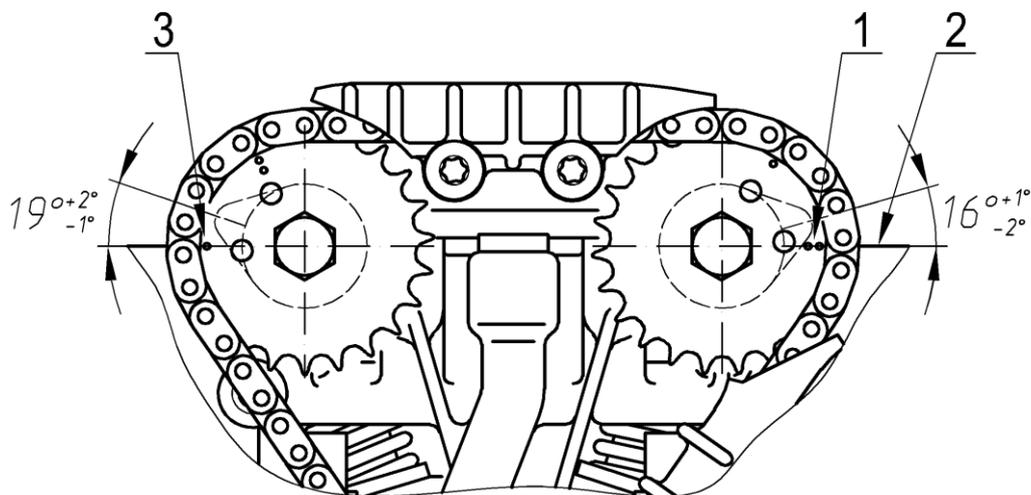

Рис.85. Схема положения распределительных валов при положении поршня первого цилиндра в ВМТ такта сжатия:
При этом кулачки распределительных валов 1-го цилиндра и метки на звездочках распределительных валов должны располагаться согласно рис.85.
2. Установить сектор 3 (рис.86) за первым кулачком распределительного вала впускных клапанов - вид «А». Прижимая сектор 3 к верхней плоскости головки цилиндров 6, приложить и плотно прижать шаблоны 2 и 4 к поверхности первого кулачка. При этом стрелка шаблона должна показать на секторе угол в соответствии с рис.85.
В случае нахождения значения замеренного угла не в допуске (рис.85), требуется провести корректировку установки фаз газораспределения.
В случае нахождения значения замеренного угла не в допуске (рис.85) повторить действия, начиная с п.1, с использованием другого дополнительного установочного отверстия.
В случае нахождения значения замеренного угла не в допуске (рис.85) повторить действия, начиная с п.3, с использованием другого дополнительного установочного отверстия.
9. Проверить установку фаз газораспределения с помощью сектора и шаблона кулачка со стрелкой, как описано выше. В случае нахождения значения замеренного угла не в допуске (рис.85), необходимо повторить корректировку фаз газораспределения, используя другие установочные отверстия.